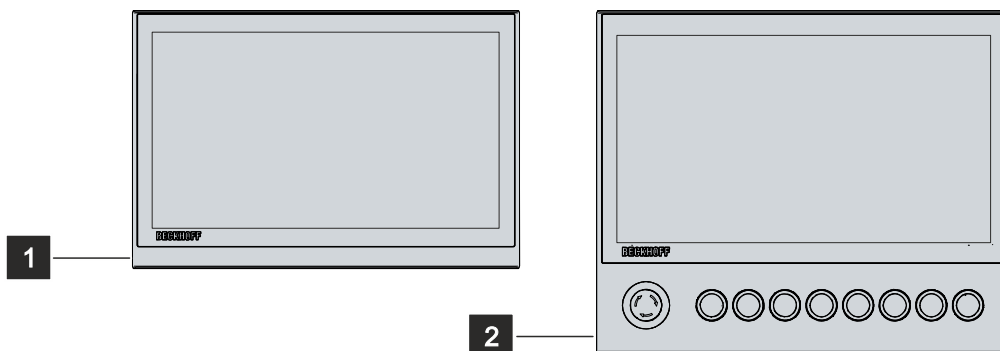

Fig. 1: Sans et avec extension de touche
Vous trouverez des explications sur l'extension de touche et leurs fonctions dans les instructions d'installation et d'utilisation du C9900-G00x-G02x. La figure 1 montre un exemple de panneau de commande sans (1) et avec (2) extension de touche.